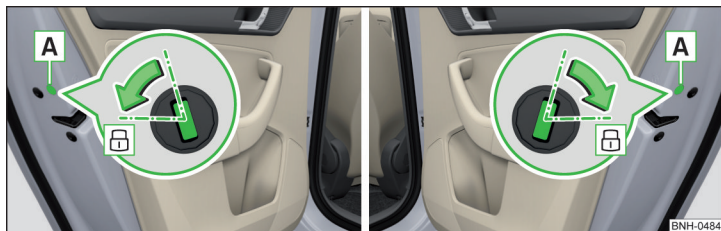

Fig. 152 Încuierea în regim de urgență: portiera spate stânga/dreapta
- Demontați masca  » fig. 152.